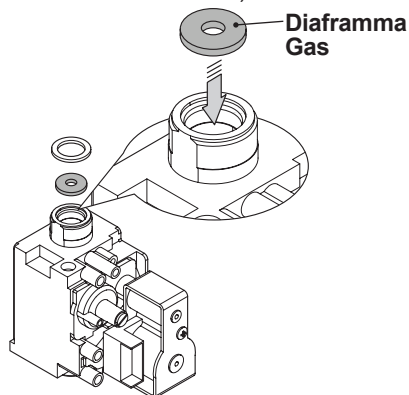

Figura 8.2
- Eseguire la trasformazione del tipo di gas sostituendo correttamente il diaframma gas (Figura 8.2), facendo riferimento alla sezione "Dati tecnici" pag. 24 (modello **CONDENSA R 6.27**) e pag. 28 (modello **CONDENSA R 6.34**).